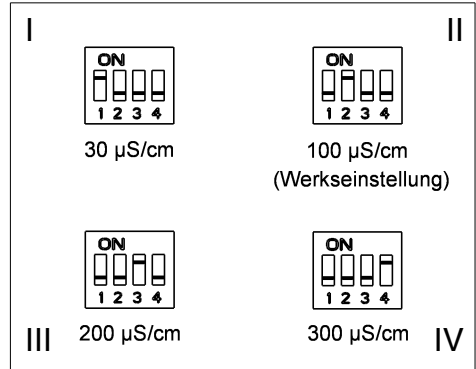

Abb. 6: DIP-Schalter
Das Abbruchkriterium ist über einen DIP-Schalter werkseitig auf $100\ \mu\text{S}/\text{cm}$ eingestellt (siehe Abb. 6 II). Die über die Harzpat-
- DIP-Schalter gemäß Abb. 6 III einstellen. Der DIP-Schalter befindet sich auf der Innenseite der Haube neben dem Batteriehalter.
- Bei gedrücktem Taster die Dosierschraube (5) der Verschneidung so lange herausdrehen, bis die rote LED aufleuchtet. Die gewünschte Produktwasserleitfähigkeit von $200\ \mu\text{S}/\text{cm}$ ist nun eingestellt.
- Anschließend das Abbruchkriterium auf $300\ \mu\text{S}/\text{cm}$ einstellen: DIP-Schalter gemäß Abb. 6 IV einstellen.